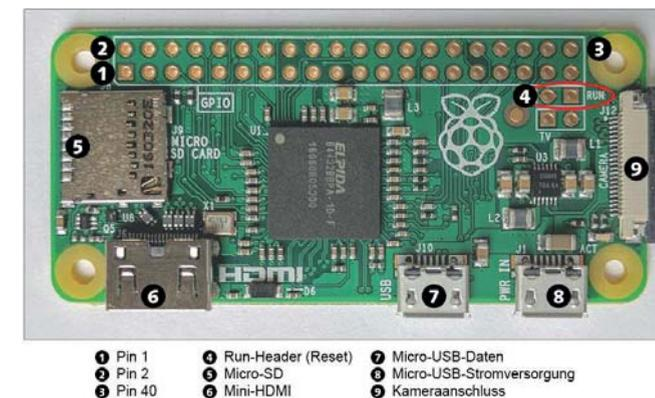

Abbildung 1.2 Der Raspberry Pi Zero
- ▶ **Raspberry Pi Zero:** Diese seit Dezember 2015 lieferbare Variante des Raspberry Pi wurde auf das absolute Minimum geschrumpft (siehe Abbildung 1.2): Anstelle einer normalen HDMI-Buchse gibt es deren Mini-Variante. Es gibt zwei Micro-USB-Buchsen: eine für die Stromversorgung und eine zur Datenübertragung. Weitere USB-Buchsen wurden ebenso eliminiert wie die Ethernet-Buchse und der analoge Audio-Ausgang. Anstelle der GPIO-Steckerleiste gibt es nur noch 40 Lötunkte.